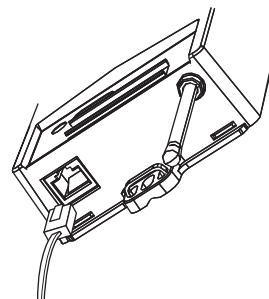

図7 コネクタ付きケーブル差込口
- ② 天吊棒にネグロス社 形番69B相当品 (別途手配品) 2個を5～10 mm程度の間隔を空けて、はめ込み、固定します。
- ③ 形番69B金具に付属されているM5ねじで、本体と形番69B相当品を固定します。
- ④ コネクタ付きケーブル (形番940-SP-3088R) を本体の差込口に差し込み (図7参照)、反対側をコントローラのUSER I/Fコネクタに接続します。コネクタ付きケーブルの長さは最長50 mです。
- ③ コネクタ付きケーブル (形番940-SP-3088R)を本体の差込口に差し込み (図7参照)、コントローラのUSER I/Fコネクタに接続します。コネクタ付きケーブルの長さは最長50 mです。